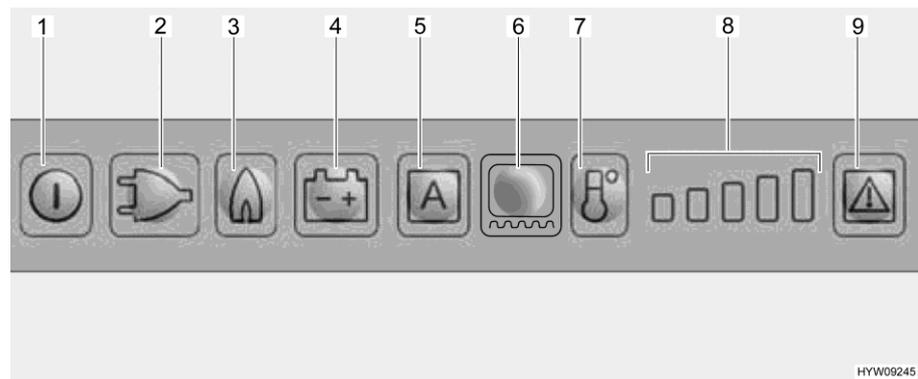

Bild 255 LED-Bedienfeld (Kühlschrank Dometic)
Beim Anwählen des Gasbetriebs wird die Zündsicherung automatisch geöffnet, so dass Gas zum Brenner strömen kann. Gleichzeitig wird der elektronische Zünder eingeschaltet. Erlischt die Gasflamme, z. B. durch einen Luftzug, wird der Zünder sofort aktiviert und zündet das Gas wieder an. Bei Störung im Gasbetrieb blinken die Leuchttasten Gas (Bild 255,3) und Störung (Bild 255,9), und es ertönt 20 Sekunden lang ein akustischer Alarm.
- Taste Ein/Aus (Bild 255,1) etwa 2 Sekunden lang drücken. Der Kühlschrank schaltet sich ein, die zuletzt gewählte Betriebsart wird angezeigt.
- Leuchttaste für die gewünschte Betriebsart (Bild 255,2 - 4) oder den Automatikmodus "AES" (Bild 255,5) (nur bei Ausführung AES) drücken.
Kühltemperatur einstellen: ■ Kühltemperatur mit der Taste Kühlstufe (Bild 255,7) einstellen. Die Kühlstufen-Anzeige (Bild 255,8) zeigt die gewählte Thermostat-Einstellung an.
Ausschalten: ■ Taste Ein/Aus (Bild 255,1) etwa 2 Sekunden lang drücken.
Kühltemperatur-Regelung Nach dem Einschalten wählt der Kühlschrank automatisch die mittlere Thermostat-Einstellung. Diese Einstellung kann manuell mit der Taste Kühlstufe (Bild 255,7) nachgeregelt werden. Es dauert einige Stunden, bis der Kühlschrank die normale Betriebstemperatur erreicht hat. Beim Umschalten auf eine andere Betriebsart wird die Thermostat-Einstellung beibehalten.
Betriebsdauer einstellen: ■ Rahmenheizung für eine Dauer von 2 Stunden einschalten: Leuchttaste Rahmenheizung (Bild 255,6) einmal drücken. Ein Balken der Kühlstufen-Anzeige (Bild 255,8) leuchtet.
■ Rahmenheizung für eine Dauer von 5 Stunden einschalten: Leuchttaste Rahmenheizung (Bild 255,6) zweimal drücken. Zwei Balken der Kühlstufen-Anzeige (Bild 255,8) leuchten.
■ Rahmenheizung auf Dauerbetrieb stellen: Leuchttaste Rahmenheizung (Bild 255,6) dreimal drücken. Drei Balken der Kühlstufen-Anzeige (Bild 255,8) leuchten.
Die Kühlstufen-Anzeige (Bild 255,8) zeigt einige Sekunden lang die Betriebsdauer der Rahmenheizung an.
Bei einer Störung blinkt die Leuchttaste Störung (Bild 255,9). Außerdem blinkt entweder eine der Leuchttasten Betriebsart oder die Kühlstufen-Anzeige. Zusätzlich ertönt ein akustisches Warnsignal. Hinweise zur Fehleranzeige und Fehlerbehebung siehe Kapitel 15.
- ▷ Nachdem eine Störung des Gasbetriebs behoben wurde, Leuchttaste Reset (Bild 255,9) drücken.